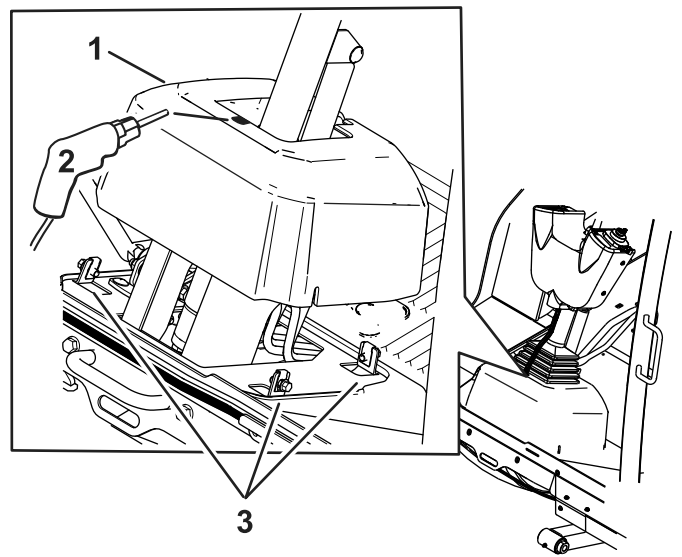

Figure 9
8. Desserrez les boulons autour de la base de la colonne de direction (Figure 9).
9. Élevez la base et percez un trou de 22 mm (7/8 po) comme montré à la Figure 9.